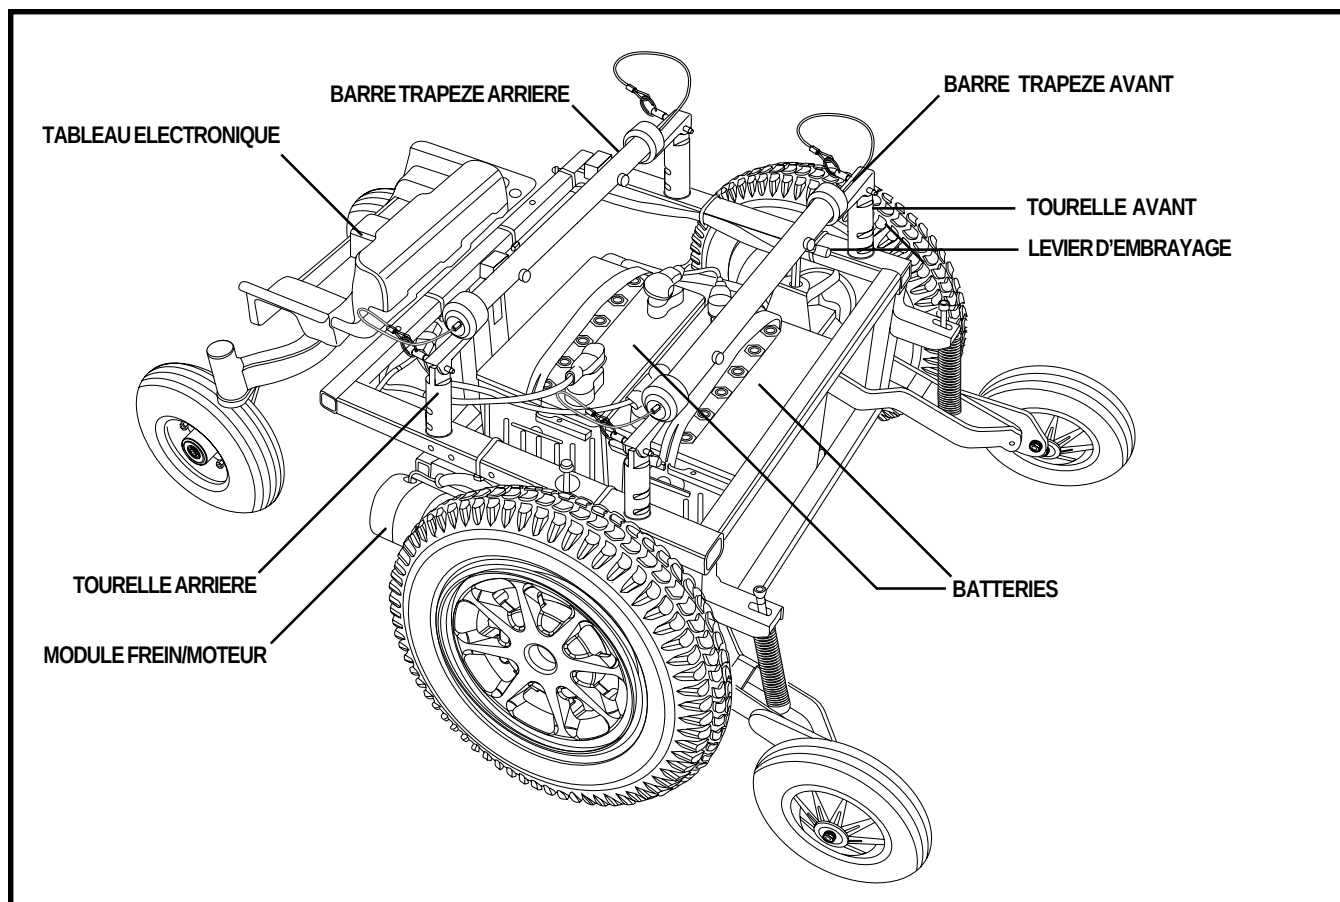

Figure 6. Base motorisée du Jazzy 1170 XL (Capot retiré)
Le tableau électronique est situé à l'arrière de la base motorisée. Voir les figures 6 et 7. Il abrite l'ampèremètre, le chargeur intégré, le cordon d'alimentation, le disjoncteur principal, le connecteur du contrôleur et le dispositif coupe-circuit.
2. Inclinez le siège vers l'arrière et faites glisser le montant arrière sur sa barre trapèze. Voir les figures 6 et 13.
5. Branchez le câble du contrôleur sur le tableau électronique de la base motorisée. Voir la figure 6.